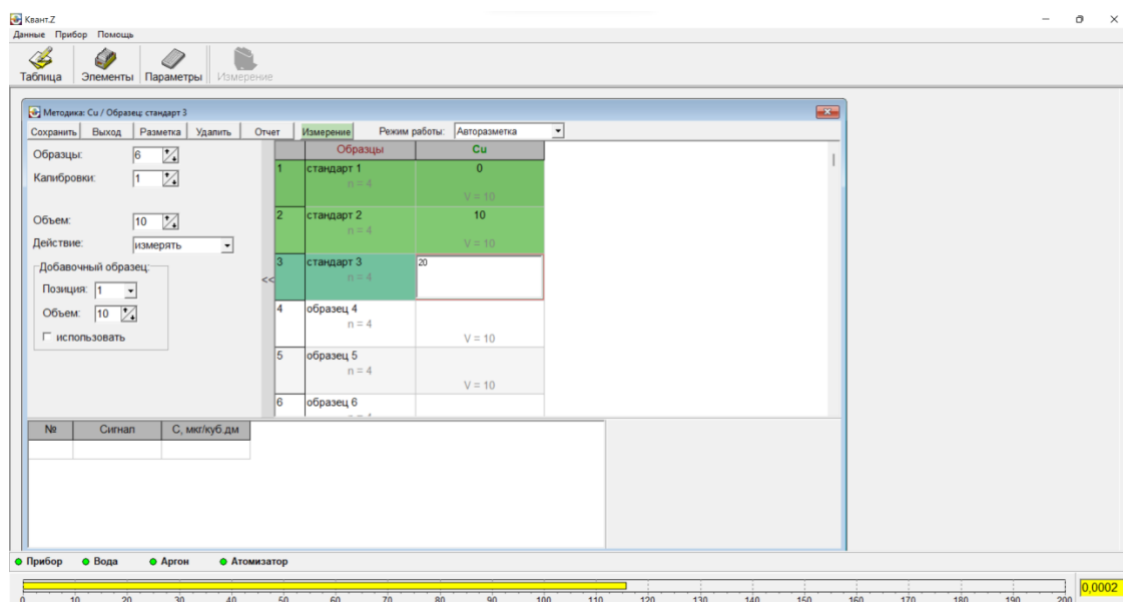

Рис. 37П – Задание значений концентраций элемента в стандартах
3.7.19 Для задания концентраций элемента в стандарте наведите курсор мышки на ячейку, расположенную рядом с этим стандартом и произведите двойной щелчок левой кнопкой мышки. При этом ячейка окрасится в белый цвет и в ней замигает редакторский курсор (Рис. 37П). Введите значение концентрации в стандарте (задаётся только численное значение концентрации, без единиц концентрации (Рис. 37П).